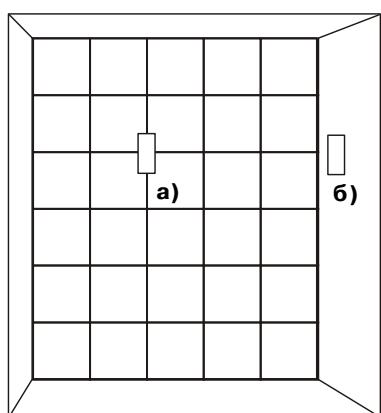

Рис.9 Защита стеклоблоков
– непосредственно на охраняемую стеклянную поверхность [рис. 9а]. Для этого крепежное устройство удобно размещать в отверстии цементного шва, соединяющего стеклоблоки между собой, по методике установки извещателя на кирпичную или бетонную конструкцию;
– на примыкающую к охраняемой кирпичной, бетонной или стальной конструкцию [рис. 9б] по соответствующей методике.